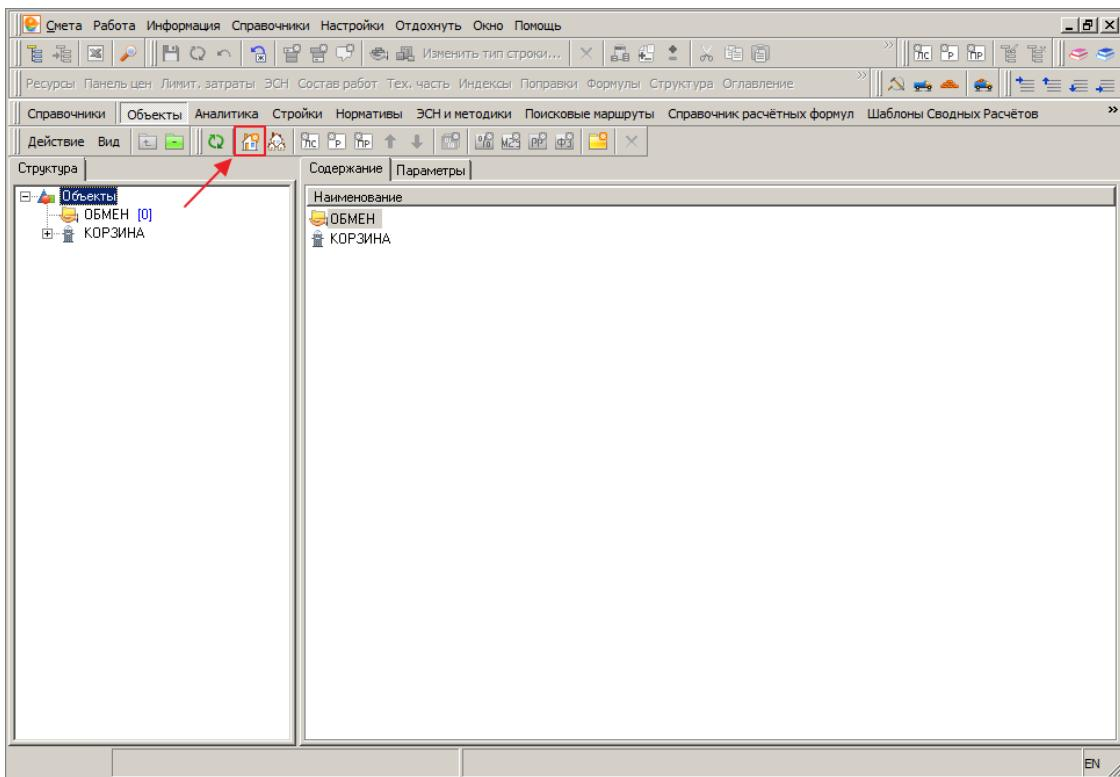

Рис. 1. Создание объекта с помощью кнопки “Добавить объект”
- щелкните мышью по кнопке-пиктограмме  Добавить объект (см. рис. 1);